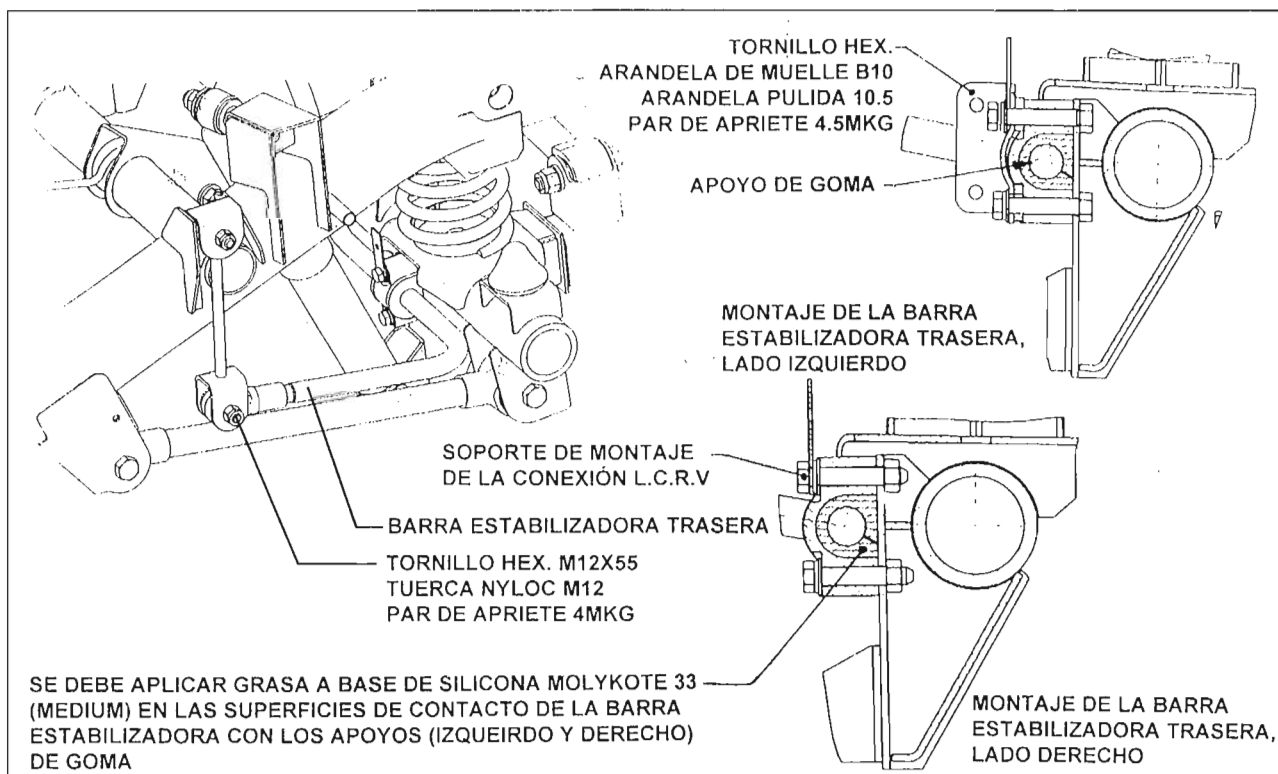

Fig.33- Instalación de la barra estabilizadora
El asiento superior del muelle y el muelle helicoidal forman un juego. Monte el muelle helicoidal con su asiento correspondiente como se indica a continuación (Fig.33).
E) INSTALACIÓN DEL CONJUNTO DE LA BARRA ESTABILIZADORA (Fig.33)
- Instale el soporte del latiguillo de freno y el soporte del muelle LCRV con el tornillo de cabeza hexagonal, la arandela de muelle y la arandela pulida en el apoyo de goma (Fig.33). Apriete los tornillos de cabeza hexagonal a un par de apriete de 4.5mkg.